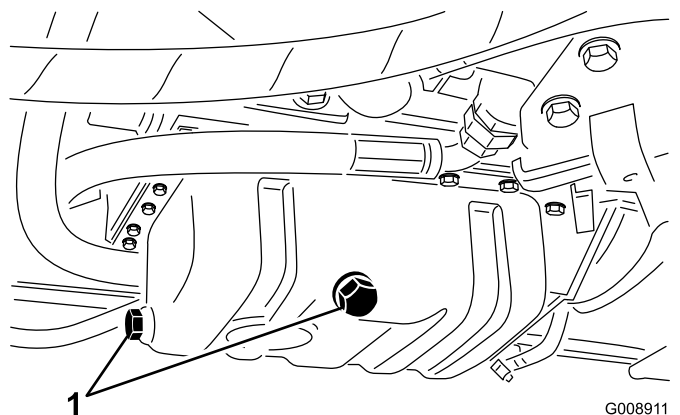

図 47
1. ドレンプラグ 図 47 の片方を外し、排出されるオイルを廃油受け容器に回収する。オイルが抜けたらドレンプラグを取り付ける。